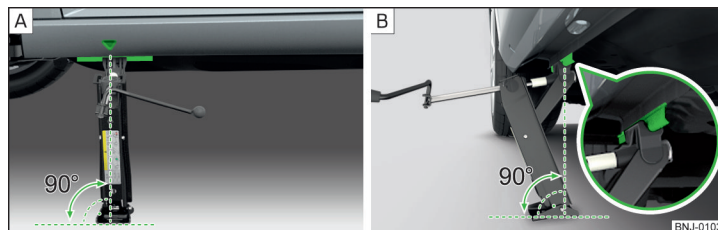

Abb. 276 **Wagenheber ansetzen**
- Die Grundplatte des Wagenhebers mit der gesamten Fläche auf einem geraden Untergrund stellen, sodass sich der Heber in senkrechter Position zum Aufnahmesteg befindet » Abb. 276 - **[A]**.
- Den Wagenheber mit der Kurbel so weit hoch drehen, bis die Klaue des Hebers den Steg umfasst » Abb. 276 - **[B]**.